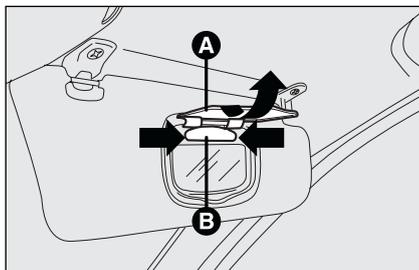

fig. 49
- aprire la copertura **A-fig. 49** dello specchietto;